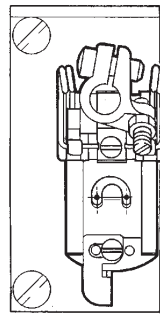

Abb.1
(2) Vor Inbetriebnahme der Maschine
- Stellen Sie vor dem Starten der Maschine sicher, dass der Presserfuß richtig positioniert ist. Drehen Sie dazu das Handrad langsam von Hand, um zu sehen, ob die Nadelspitze mittig in das Stichloch im Presserfuß einsticht. (Abb. 1)